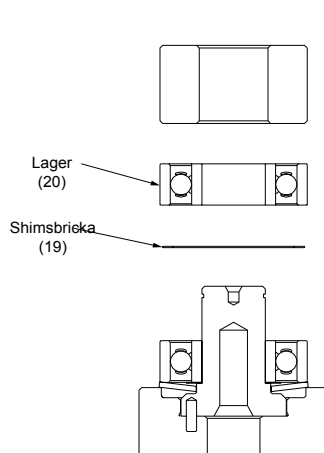

Bild 4
3. Placera shimsbrickan (19) på spindelaxeln (24) ovanpå lagret (20) och kontrollera att den är i centrum. Pressa ner lagret (18) (ingen packning) med hjälp av ett (MPA0204) T-3B lagerpressverkytget och kontrollera så att shimsbrickan fortfarande är i centrum av den vertikala axeln i spindelaxeln och lagret. Se bild 4. Då spindelaxeln monterats korrekt, roterar lagren fritt men inte löst och shimsbrickan är rörlig men glider inte och rörs inte på grund av gravitationen.
4. Knäpp fast distansringen (17) på spindelaxeln (24) och kontrollera att den helt har hamnat i spåret.
5. Tag filtret (14) och placera det i centrum av det lilla borrhålet på balansaxeln (13) där originalfiltret fanns innan det togs bort. Pressa in filtret i borrhålet med en liten skruvmejsel eller skaft med platt ända tills det är på botten av borrhålet. Placera ventilen (15) i borrhålet i rätt riktning, pressa sedan distansholken (16) i hålet tills den ligger mot ventilen.